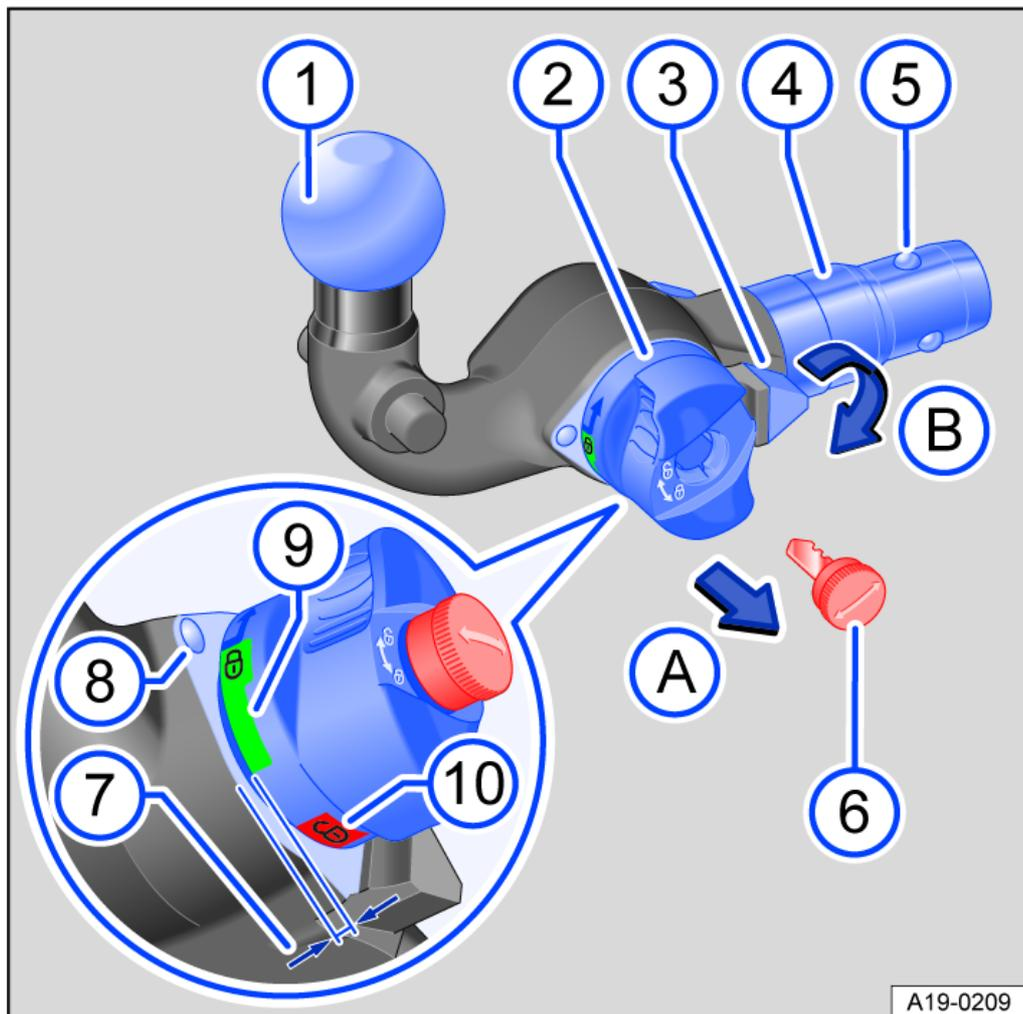

Abb. 2 Übersicht: Abnehmbarer Kugelkopf.
- Prüfen, ob die Aufnahme, das Handrad → *Abb. 2* ②, der Schaft ④ und die Verriegelungskugeln ⑤ des Kugelkopfs sauber und nicht beschädigt sind → ⚠. Gegebenenfalls reinigen.
- Kugelkopfhals unterhalb des Kugelkopfs → *Abb. 2* ① mit der einen Hand greifen.
- Schlossabdeckung aufklappen und den Schlüssel ⑥ in das Schloss stecken.
- Schlüssel ⑥ im Uhrzeigersinn drehen.
- Mit der anderen Hand das Handrad ② in Pfeilrichtung A herausziehen und in dieser Stellung festhalten → ⚠.
- Handrad ② bis zum Einrasten in Pfeilrichtung B drehen. Der Kugelkopf ist jetzt vorgespannt. Dabei muss die rote Markierung ⑩ vom Handrad zur weißen Markierung ⑧ am Kugelkopf zeigen. Das Handrad steht deutlich sichtbar vom Kugelkopf ab. Es ist ein Spalt von etwa 4 mm vorhanden ⑦.
- Prüfen, ob sich alle Verriegelungskugeln ⑤ vollständig in den Schaft ④ des Kugelkopfs eindrücken lassen.